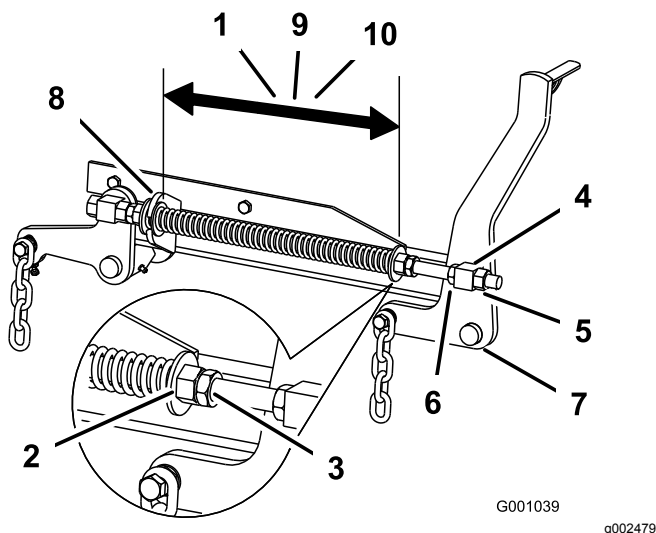

Figure 95
2. Vérifiez que les deux grandes rondelles sont espacées de 28,2 cm (11 $\frac{1}{8}$ po) pour les tabliers de coupe de 132 cm (52 po), de 26,7 cm (10 $\frac{1}{2}$ po) pour les tabliers de coupe de 152 cm (60 po), ou de 29,2 cm (11 $\frac{1}{2}$ po) pour les tabliers de coupe de 183 cm (72 po) (Figure 95).
3. Réglez cette distance en desserrant l'écrou de blocage du ressort et en tournant l'écrou devant chaque ressort (Figure 95).
4. Bloquez l'écrou en position en serrant l'écrou de blocage du ressort (Figure 95).